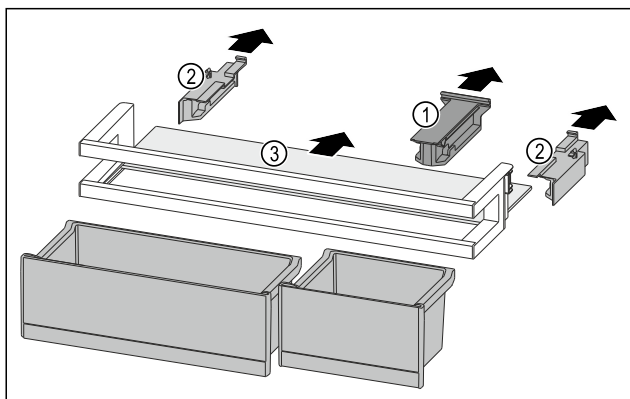

Fig. 116
- Haltebolzen Fig. 116 (1) abziehen.
- Seitenteile Fig. 116 (2) abziehen.
- Abstellfläche Fig. 116 (3) entnehmen.